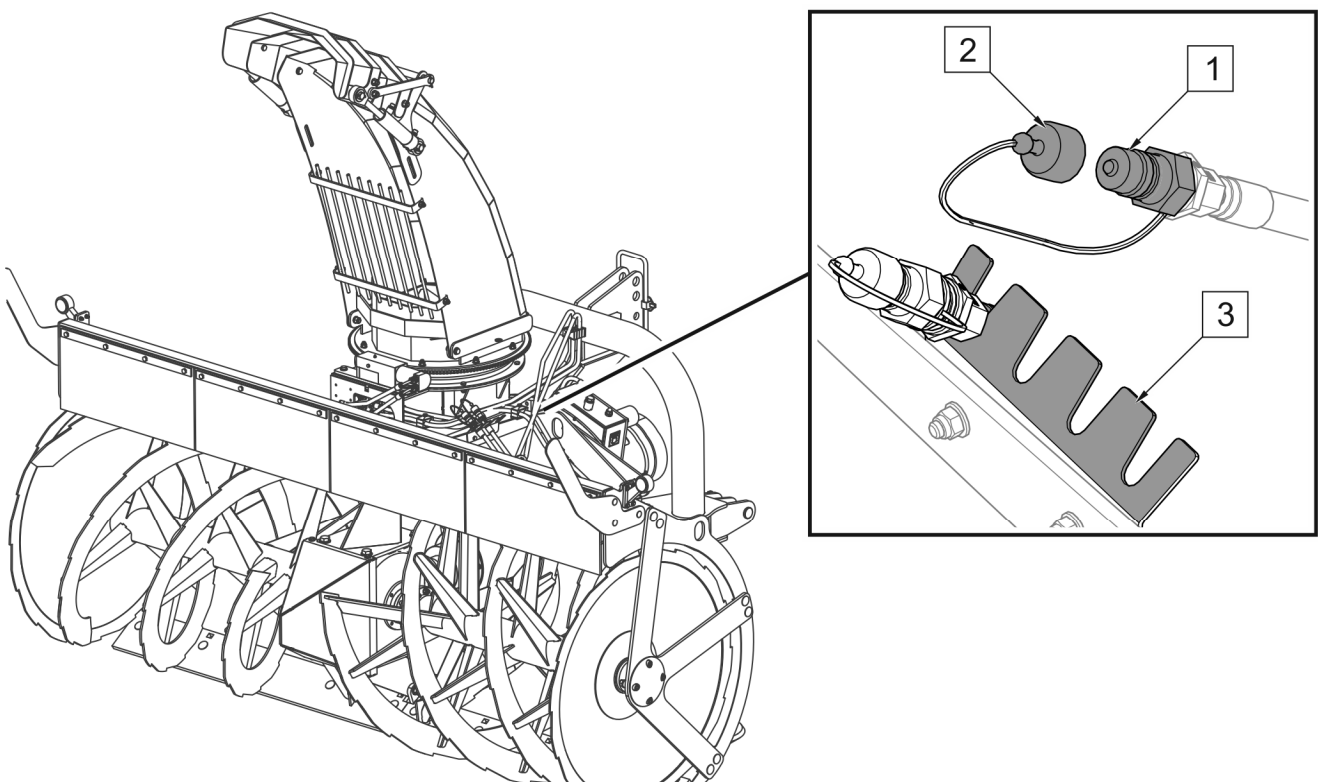

РИСУНОК 4.18 Защита гидравлических разъемов (машина, установленная на передней трехточечной навеске)
- 4) Отсоединить гидравлические разъемы, закрыть их крышками и установить в кронштейн на раме снегоочистителя (РИСУНОК 4.18).